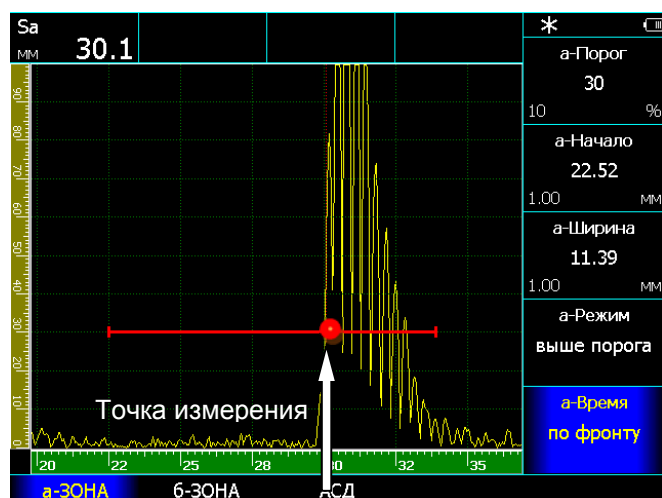

Рис. 3-3 Измерение времени прихода сигнала «по фронту»
- время, соответствующее первой точке пересечения фронта сигнала с порогом зоны контроля (режим – «**по фронту**», рис. 3.3)